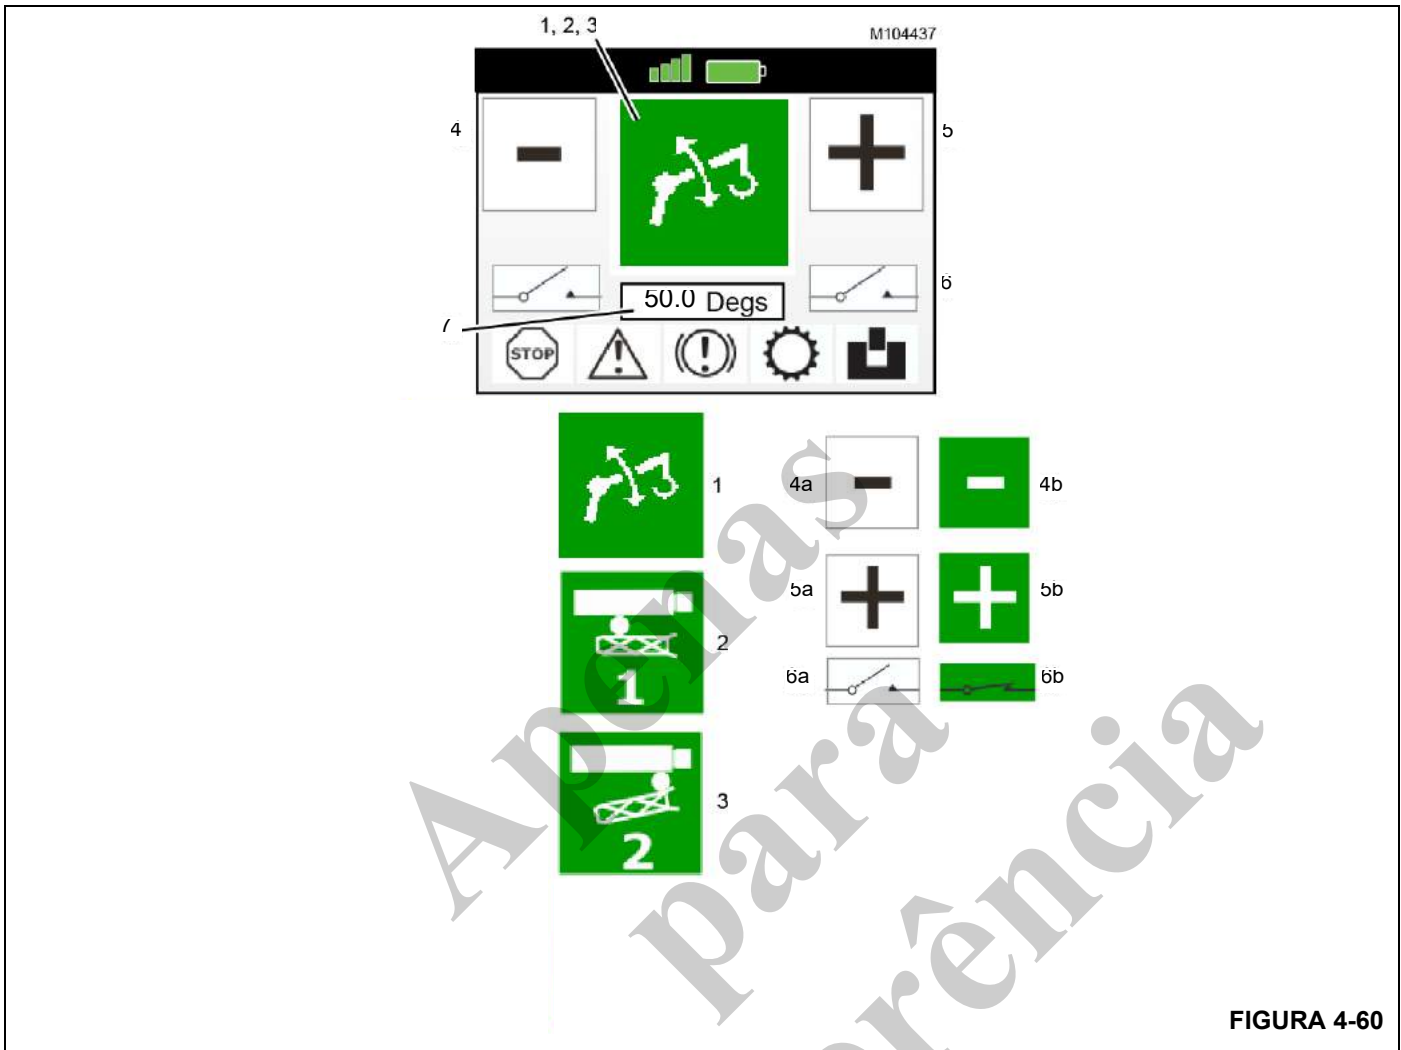

FIGURA 4-60
Consulte a Figura 4-60.
1. Pressione o botão de opção **OPT** na unidade de controle remoto quantas vezes forem necessárias para acessar a tela do atuador de retração da extensão da lança traseira (2). Consulte a Figura 4-60.
4. Repita as etapas acima para a tela do atuador de retração da extensão da lança dianteira (3).